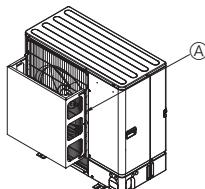
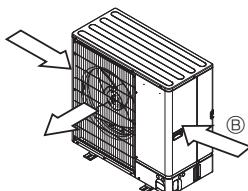

Fig. 2-4
Fig. 2-5
- ② Ünite, tayfun ve başka nedenlerden oluşan güçlü rüzgârların doğrudan hava çıkışına girebileceği bir yere monte edilimse, isteğe bağlı olarak sağlanan bir hava kılavuzu monte edin. (Fig. 2-4)
- ④ Hava kılavuzu
- ③ Cihazın konumunu, mümkünse, hava çıkışından gelen havanın, mevsimsel rüzgârlarının yönüne dik gelmesini sağlayacak şekilde seçin. (Fig. 2-5)
- ⑤ Rüzgânnın yönü